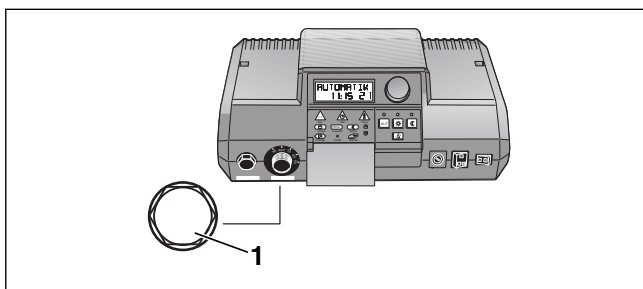

Рис. 6 Снять колпачковую гайку
- ▶ Для разблокировки предохранительного ограничителя температуры нужно открутить колпачковую гайку STB и нажать находящуюся под ней кнопку подавления помех (→ рис. 6).